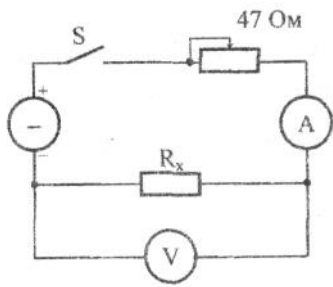
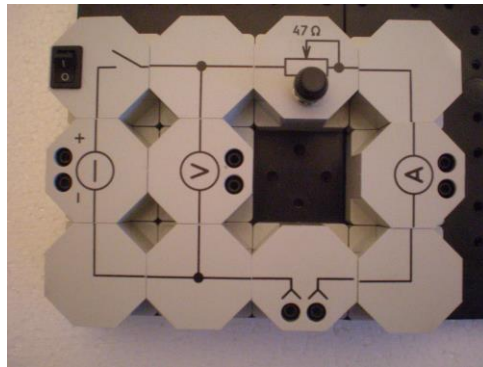

Рис. 4.
Рис. 5.
1. Скласти електричне коло за схемою на рис. 4 (Загальний вигляд розташування модулів на набірному полі наведений на рис. 5).